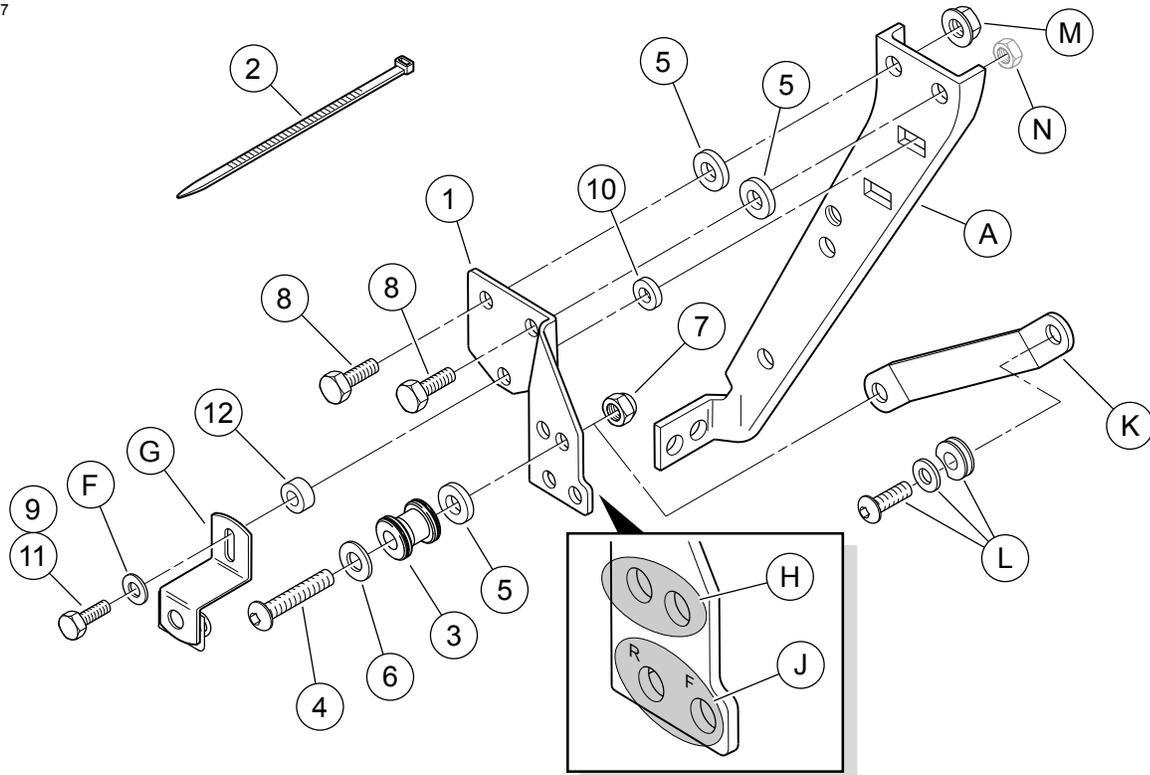
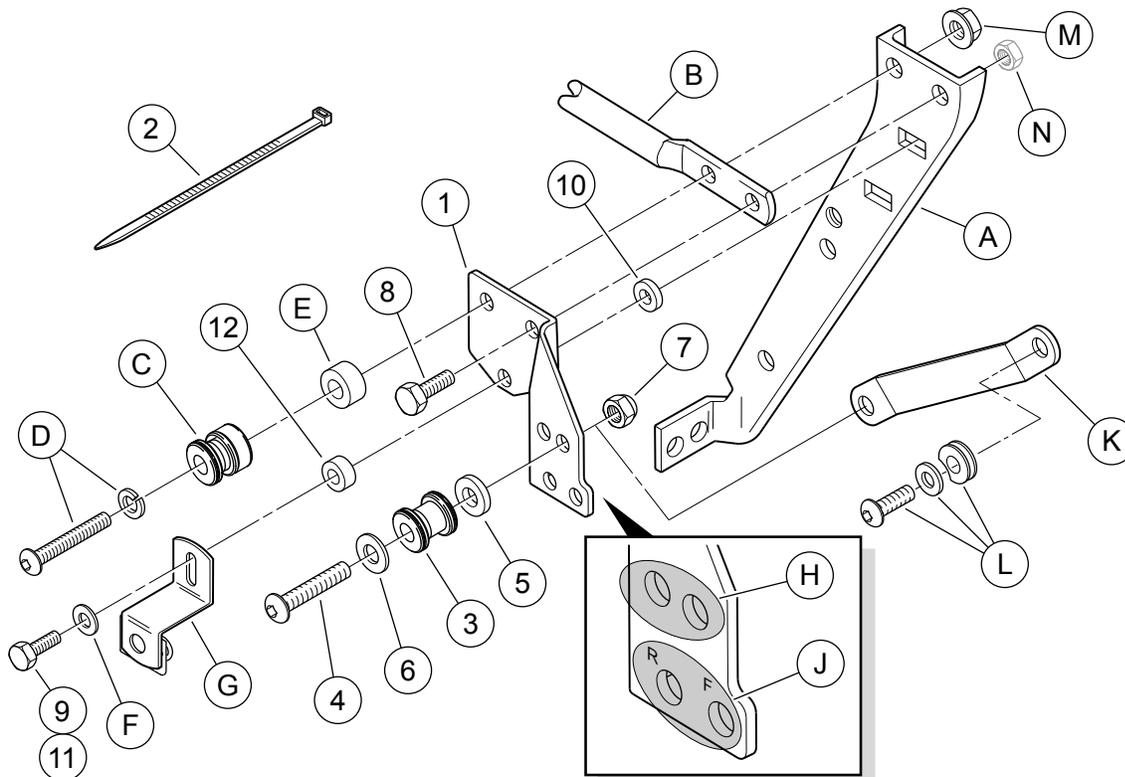

Figura 6. Instalación SIN los kits de acoplamiento 53127-96C y 53746-97B
Figura 7. Instalación CON los kits de acoplamiento 53127-96C y 53746-97B
Vea la Figura 6 o la Figura 7 y la Tabla 2.
1. Vea la Figura 6 o la Figura 7. Arme los elementos de sujeción de acoplamiento como se muestra.
a. Coloque la pieza de soporte de montaje (1) en un lado de la motocicleta. Tome nota de que las piezas de soporte de montaje son específicas para cada lado. Las letras estampadas cerca de los agujeros inferiores deben estar hacia fuera e identificar las posiciones delantera (F) y trasera (R).
b. **Sin la instalación del kit de acoplamiento en las posiciones 3 y 4** (vea la Figura 6): Instale la pieza de soporte de montaje usando los tornillos de 5/16-18 x 25 mm (1 pulg.) de largo (8) en los dos agujeros superiores, con los espaciadores de 3,2 mm (1/8 pulg.) de grueso (5) colocados en cada tornillo, entre la pieza de soporte de montaje (1) y la pieza de soporte de la alforja (A) de equipo original. **Con la instalación del kit de acoplamiento en las posiciones 3 y 4** (vea la Figura 7): Instale la pieza de soporte de montaje usando un tornillo de 25 mm (5/16-18 x 1 pulg.) de largo (8) de **este** kit en el agujero delantero superior, y un tornillo de 5/16-18 x 57 mm (2-1/4 pulg.) de largo y arandela de seguridad (D), punto de acoplamiento (C) y espaciador de 9,8 mm (0,386 pulg.) de grueso (E) **del kit de acoplamiento 53746-97B** en el agujero trasero superior, a través de la pieza de soporte del acoplamiento trasero (B) **del kit de acoplamiento 53127-96C** colocada en medio de la pieza de soporte de montaje (1) y la pieza de soporte de equipo original del soporte de la alforja (A).
3. **Para los modelos FLHR, FLHT o FLTR:** Inserte la rosca a través del agujero inferior de la pieza de soporte de montaje (1), directamente debajo de los tornillos instalados en el paso 4b. **Para los modelos FLHRC o FLHRS:** Coloque un espaciador de 14,3 mm (9/16 pulg.) de grueso (12) sobre la rosca del tornillo, e inserte la rosca a través del agujero inferior de la pieza de soporte de montaje (1), directamente debajo de los tornillos instalados en el paso 4b.
4. Coloque un espaciador de 3,2 mm (1/8 pulg.) de grueso (10) en la rosca del tornillo e inserte la rosca a través de la pieza de soporte del soporte de la alforja (A) y dentro de la tuerca presilla. Apriete el tornillo a 13,6-19,0 N·m (10-14 lb-pie).
8. Vea la Figura 4, la Tabla 1, y la Figura 6 o la Figura 7. Coloque una arandela (6) sobre la rosca del tornillo con cabeza de botón (4) de **este** kit. Coloque un punto de acoplamiento (3), orientado como se muestra, sobre la rosca del tornillo seguido por un espaciador (8).
9. Para los modelos **1994 a 1996**, inserte la rosca del tornillo a través del último agujero (H) en la pieza de soporte de montaje (1) como se muestra. Para los modelos **1997 y posteriores**, inserte la rosca del tornillo a través del primer agujero (H) en la pieza de soporte de montaje (1) como se muestra. Inserte la rosca del tornillo a través del agujero más grande en la pieza de soporte 53805-99 (artículo K, parte del kit de rejilla o pieza vertical de barra sissy) y sujete sin apretar en su lugar con una tuerca de seguridad (7). Deje la tuerca de seguridad ligeramente floja para ajustar el punto de acoplamiento en el siguiente paso.